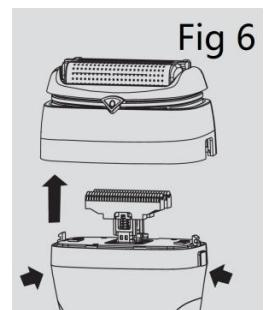

Fig 6
- Tryck ner utlösningsknapparna på rakapparaten båda sidor för att lossa rakhuvudet (Fig. 6).
1. Lossa rakhuvudet (Fig. 6)